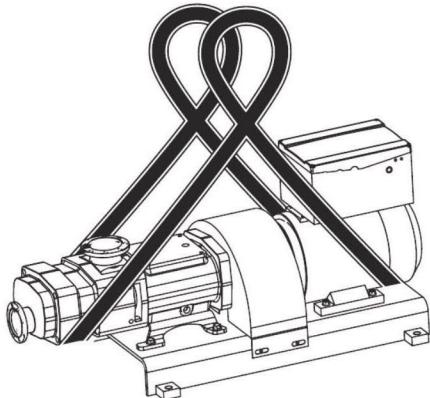

Fig. 7 使用吊索输送
2. 使用吊索套上泵头和电机，请查看Fig. 7 “使用吊索输送”，第6页。